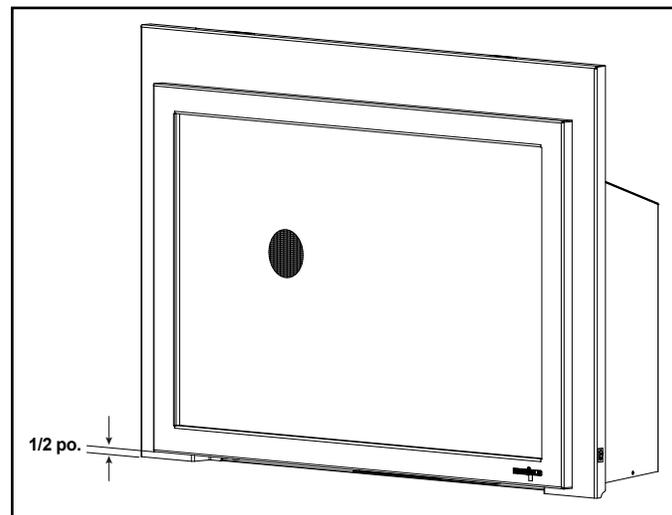

Figure 8.4 Minimum requis de 12,7 mm (1/2 po). Espace
- Un espace de 12,7 mm (1/2 po) doit être maintenu sous la partie inférieure de la face avant. Voir figure 8.4.